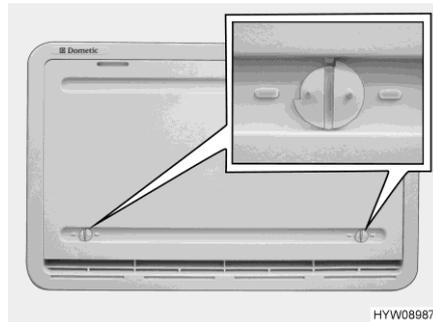

Fig. 176 Cubierta de invierno
Si el frigorífico ha de funcionar a temperaturas exteriores bajas, el fabricante recomienda la utilización de una cubierta de invierno (Fig. 176) para las rejillas de ventilación del frigorífico.
- Abrir ambos bloqueos (Fig. 176) (la ranura está en posición horizontal).